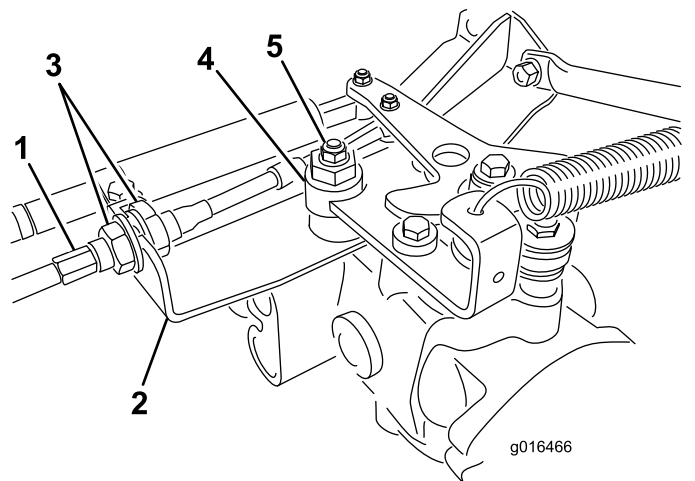

Bild 43
- A. Lösen Sie beide Klemmmuttern, mit denen der Fahrantriebs-Bowdenzug an der Trennwand am Hydrostat befestigt ist (Bild 43). Achten Sie darauf, dass die Klemmmuttern gleichmäßig gelockert sind und eine ausreichende Einstellung ermöglichen.
- B. Lösen Sie die Mutter, mit der der Exzenter oben am Hydrostat befestigt ist (Bild 43).
- D. Drehen Sie den Exzenter, bis kein Kriechen in jeder Richtung auftritt. Ziehen Sie die Schraube fest, wenn sich das Rad nicht mehr dreht, um den Exzenter und die Einstellung zu arretieren (Bild 43). Überprüfen Sie die Einstellung, wenn die Gasbedienung in der LANGSAM- und SCHNELL-Stellung ist.
- E. Ziehen Sie die Sicherungsmuttern, mit denen der Bowdenzug an der Trennwand befestigt ist, **gleichmäßig** von der Innenseite der Trennwand fest (Bild 43). Verdrehen Sie nicht den Bowdenzug.